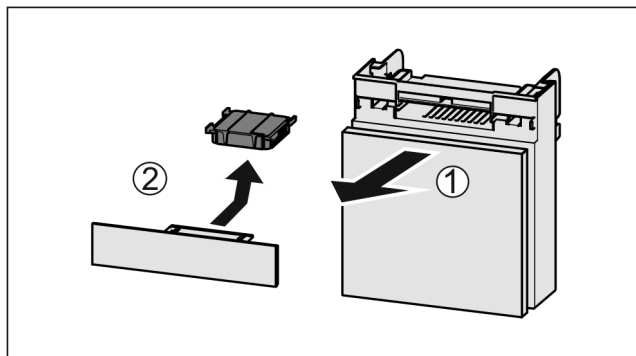

Fig. 56
- ▶ Zásuvku vytáhněte dopředu Fig. 56 (1).
- ▶ Filtr s aktivním uhlím vyjměte Fig. 56 (2).